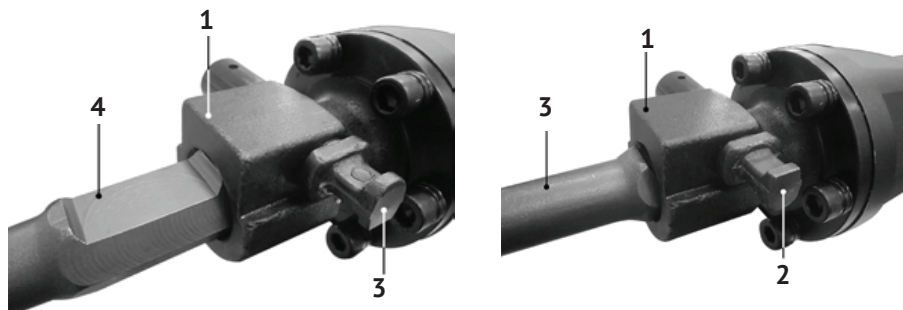

рис. 2
2.2.1 Установка рабочего инструмента (см. рис.2)
- убедиться, что размер хвостовика рабочего инструмента (рис.2 поз.3) соответствует установочному размеру патрона (рис.2 поз.1);
- оттянуть замок (рис.2 поз.2) патрона (фиксатор), преодолевая сопротивление пружины, и повернуть его вокруг своей оси на 180°;
- вставить хвостовик насадки (рис.2 поз.3) в патрон до упора, канавкой (рис.2 поз.4) в сторону фиксатора;